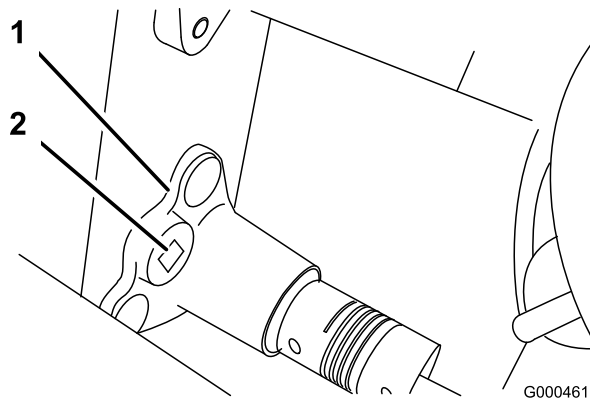

Figura 39
- B. Usando una llave dinamométrica de 3/8 pulgadas, gire el alojamiento del cojinete con una fuerza de 3,9–4,5 Nm para ajustar la tensión de la correa (Figura 39).